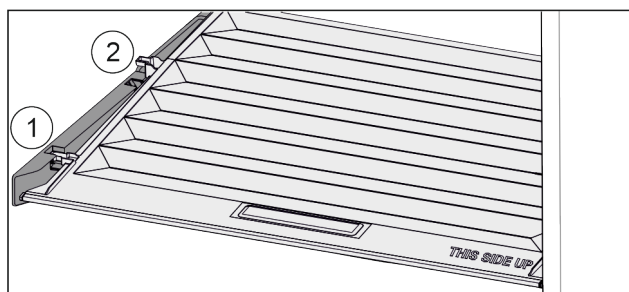

Fig. 34
- Pokrov povlecite naprej Fig. 34 (1) do odprtine v držalnih delih.
- Zadaaj ga od spodaj dvignite in odstranite Fig. 34 (2) navzgor.